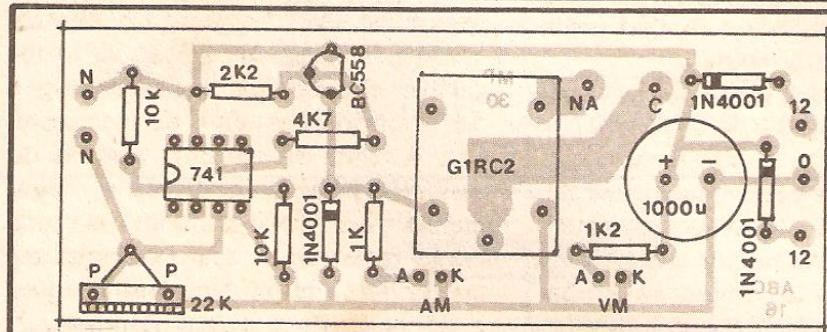

Fig.5
**FIG. 5 - “CHAPEADO” DA MONTAGEM** - Essa é a parte “crucial” da Montagem: ao mesmo tempo a mais “gostosa” de fazer, e a “mais responsável” por eventuais defeitos ou problemas... Para evitar “galhos”, o método é simples: **extrema atenção!** Cuidado na colocação dos componentes polarizados (que **não podem**, sob hipótese alguma, ser conetados invertidos à placa...), como o Integrado, o transístor, os diodos e o capacitor eletrolítico... Também o relê tem modo único e certo para conexão à placa, porém a natural “assimetria” dos seus conjuntos de terminais simplesmente **impedirá** a inserção em posição errônea... Jamais devem ser esquecidos aqueles “velhos” cuidados, objeto de um aconselhamento até “chato”, de tanto que repetimos (é preciso, acreditem...): conferir, ao final, todos os valores, posições e polaridades dos componentes, bem como a qualidade e a “integridade” dos pontos de solda (pelo lado cobreado, é claro...), corrigindo eventuais erros “no ato”... Em Eletrônica, jamais